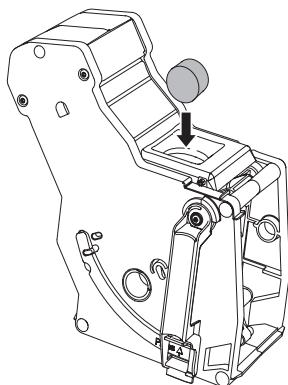

Bild 17: Lägg en rengöringstablett i bryggenheten.
• • •	<p>7. Sätt kaffesumpbehållaren under utloppet.</p> <p>8. Ta ur bryggenheten, stäng därvid inte av maskinen.</p> <p>9. Lägg en rengöringstablett i bryggenheten (se Bild 17). Sätt in bryggenheten i maskinen.</p> <ul style="list-style-type: none"> » Maskinen indikerar att det tredje programsteget körs. » Rengöringsprocessen startar. » Efter några minuter indikerar maskinen följande: <ul style="list-style-type: none"> – Det fjärde programsteget körs.